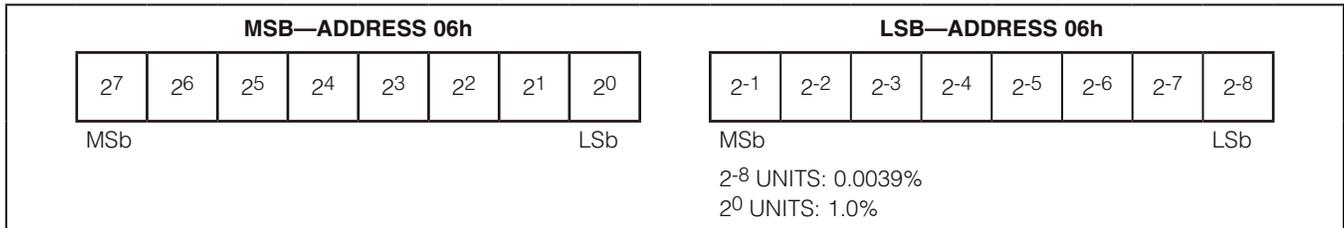

図12. SOCREPレジスタの形式(出力)
1.0%として使用することができます。図12はSOCREPレジスタの形式を示します。